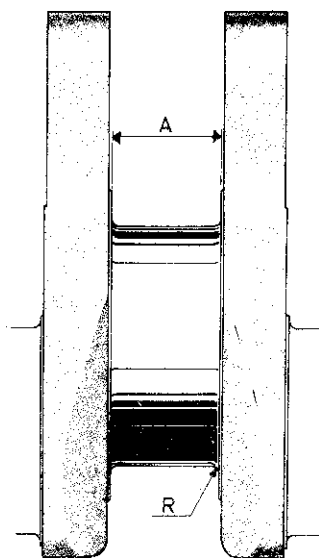

Fig. 86. Styrlagrets breddmått
2. Vid slipning av vevaxeln är det ytterst viktigt att hålkärlsradierna ("R" fig. 86) vid lagertapparnas övergång resp. fläns håller måttet 3,75-4,00 mm. Mät radien med radiemall.
Mått "A", fig. 86, skall vara: